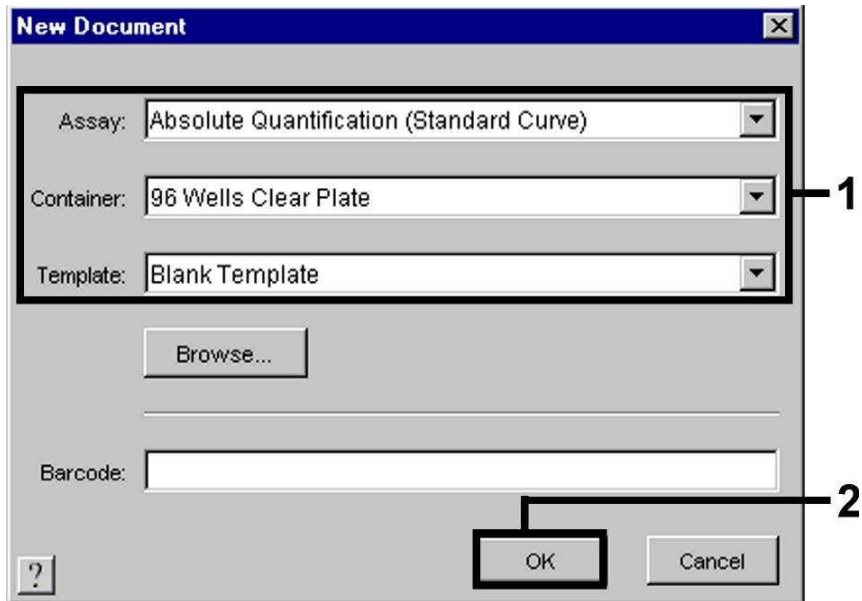

Fig. 16 : Pré-paramétrages lors de la création d'un nouvel essai PCR (*New Document*).
Dans le cas de l'ABI PRISM 7900HT SDS, sélectionner la commande *New* du menu *File* et définir les paramètres de base suivants pour le nouveau document (voir Fig. 16). Un modèle préalablement enregistré (*ABI PRISM SDS Template Document [*.sdt]*) se trouve dans la liste *Template* ou peut être sélectionné à l'aide de la fonction *Browse* (voir **8.5.3.5 Enregistrement de l'essai PCR**). Confirmer les indications (OK).